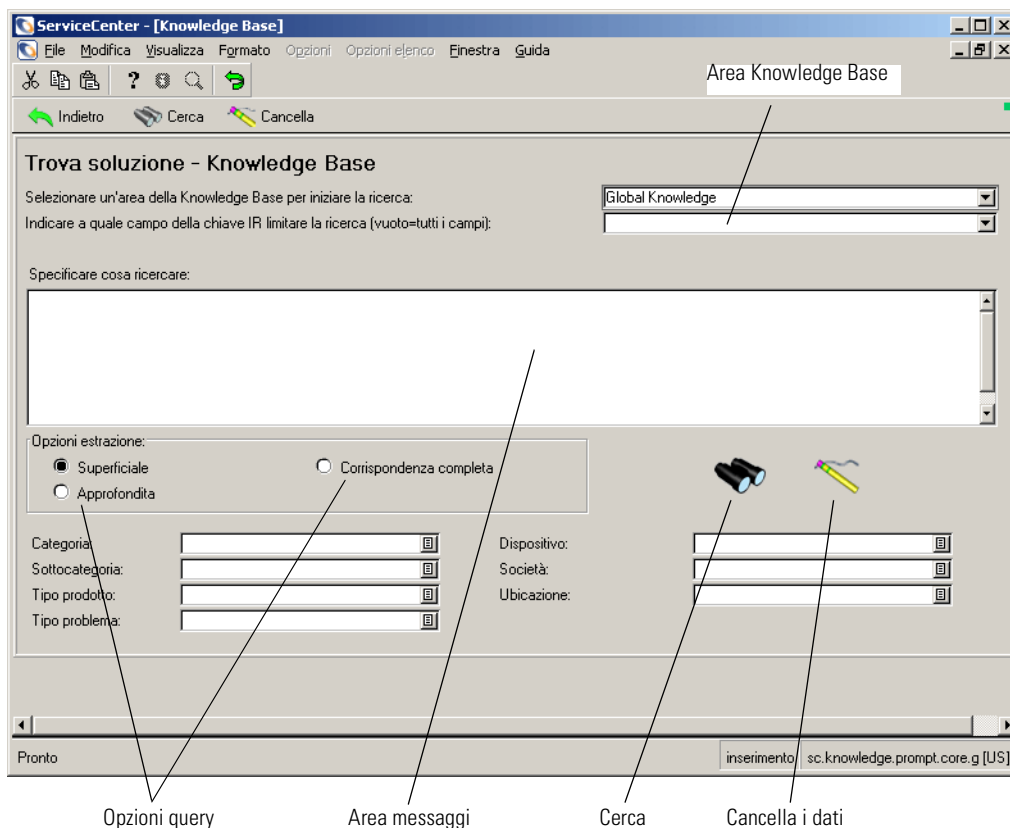

Figura C-1: Modulo di ricerca della Knowledge Base
Verrà visualizzato il modulo di ricerca della Knowledge Base (vedere Figura C-1).
- Scegliere **Opzioni > Modifica query** per tornare al modulo di ricerca della Knowledge Base (Figura C-1 a pagina 584) ed eseguire un'altra query. Ripetere i passaggi sopra descritti.